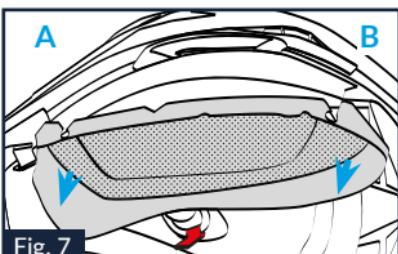

Fig. 7
5.5. Tirer les brides « A » et « B » du coussin de la mousse de joue de gauche vers le haut pour les détacher de leur fixation située entre la calotte externe et la mousse de joue en polystyrène (Fig. 7).
12.2. Placer la mousse de joue de gauche dans le casque et introduire la bride arrière « B » dans sa fixation située entre la calotte externe et la mousse de joue en polystyrène en appuyant jusqu'à ce qu'elle soit accrochée (Fig. 7).
12.7. Introduire la bride avant « A » dans sa fixation située entre la calotte externe et la mousse de joue en polystyrène en appuyant jusqu'à ce qu'elle soit accrochée (Fig. 7). Pour finir, placer la sangle rouge avant contre la surface intérieure de la mentonnière.